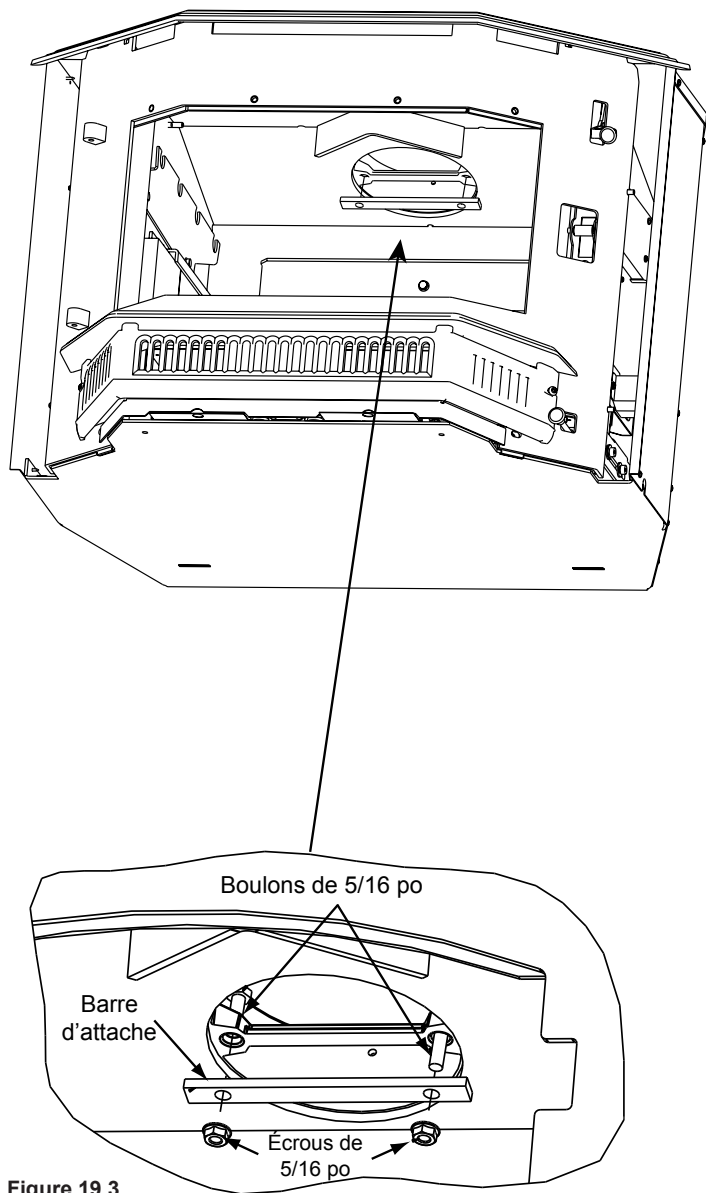

Figure 19.3
1. Une fois l'appareil en place et fixé, atteignez et saisissez la barre de fixation à travers l'ouverture de la cheminée et tirez-la vers le bas à l'intérieur de la cheminée. **Figure 19.3**.